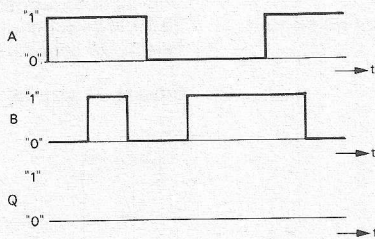
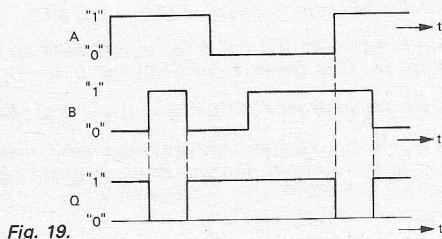

Fig. 18.
Fig. 19.
- In fig. 18 is een tijd-volgorde-diagram van de signalen A en B weergegeven. Teken hierin het tijd-volgorde-diagram van het uitgangssignaal Q.
- Met behulp van de functietabel en de tijd-volgorde-diagrammen uit fig. 18 kan men nu het tijdvolgorde-diagram van Q vinden. Dit is getekend in fig. 19.